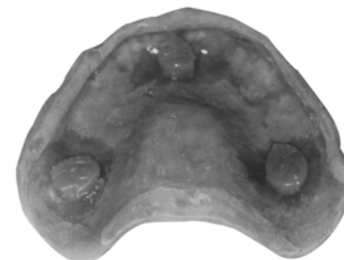

Figure 2 – Butées tissulaires
2. **Il est vivement recommandé d'utiliser des « butées tissulaires »** pour contrôler la dimension verticale et l'épaisseur du rebasage. Voir Figure 2.